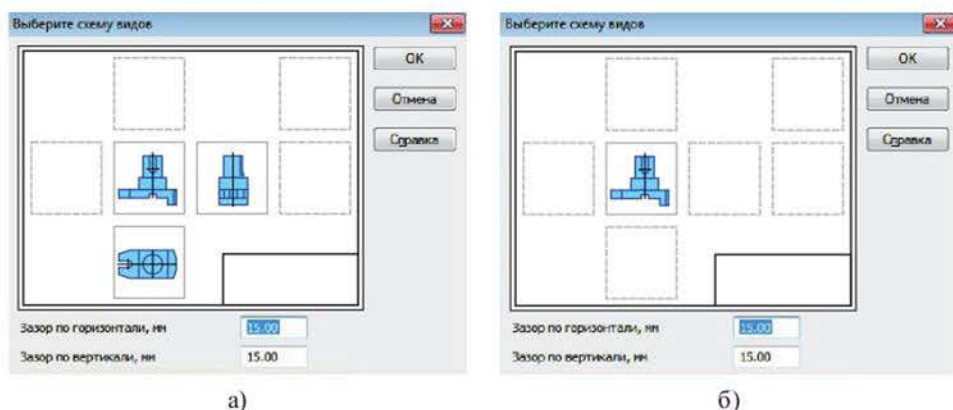

Рисунок 7.7 Схема видов, предложенная системой (а), и главный вид (б)
5. Создать документ *Чертеж*. Для автоматической генерации видов с 3D-модели выбрать *Виды – Стандартные виды* . В предложенной системной схеме видов (рисунок 7.7 а) отключить ненужные, оставив главный вид (рисунок 7.7 б). Нажать ОК и разместить вид в верхней части чертежа.